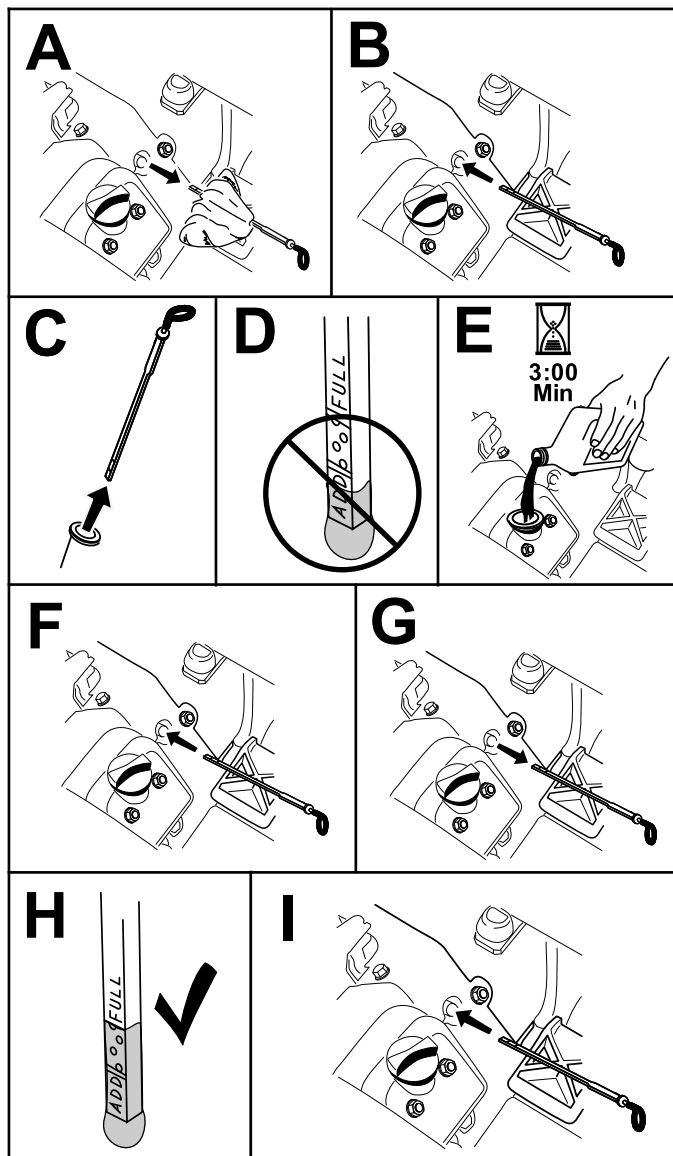

図 25
5. ディップスティックを、チューブの根元までもう一度しっかりと差し込む。首から引き抜いて油量を点検する。オイルレベルが低い場合は、バルブカバーからフィラーキャップを外し、ディップスティックのFullマーク (図 25) まで指定のオイルを補充する。